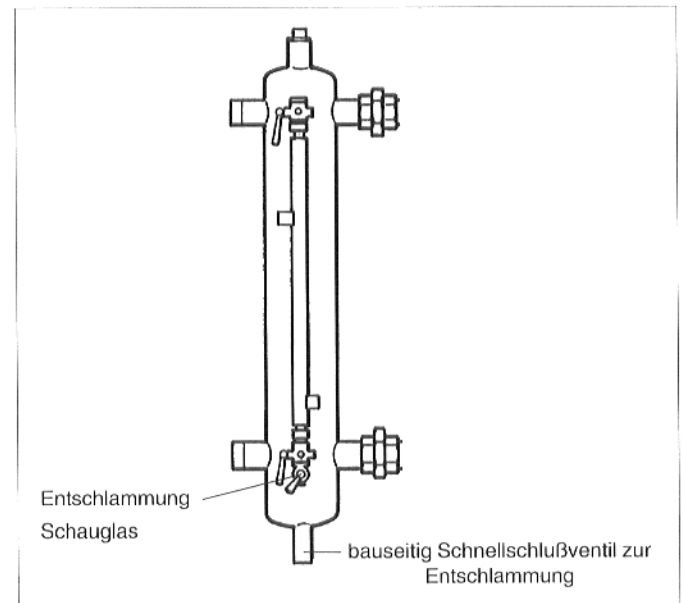

Abb. 32 Dampfflasche
- Die Dampfflasche ist an den in Abb. 32 gezeigten Punkten durch Öffnen der Ventile zu entschlammen.